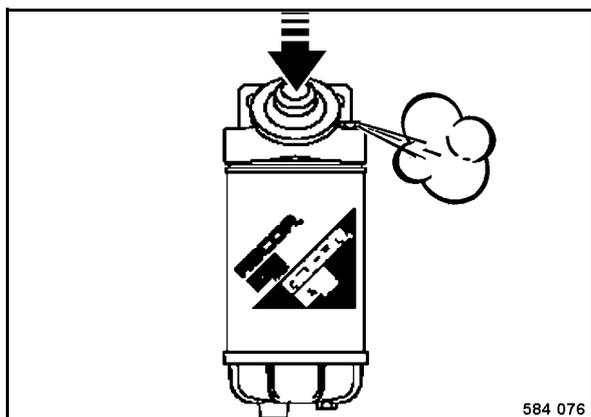

Рис. 164
- Ослабить винт для удаления воздуха (Рис. 164) на фильтре грубой очистки топлива на 2 - 3 витка резьбы.